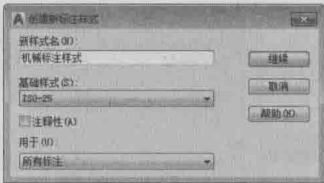

图 1-19 “创建新标注样式”对话框
2. 单击“新建”按钮，弹出如图1-19所示的“创建新标注样式”对话框。